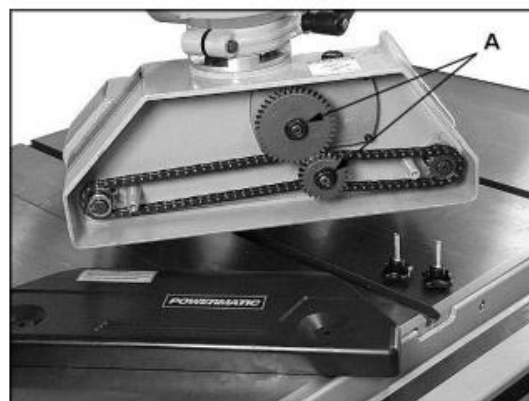

Рисунок 12
3. С помощью гаечного ключа на 14 мм удалите гайки и шайбы (А, рисунок 12).
6. Установите шайбу и гайку (А, рисунок 12) на каждый вал и затяните.
Смазывайте приводные цепи (рисунок 12) высококачественной универсальной смазкой каждые 3 месяца или чаще, если необходимо.